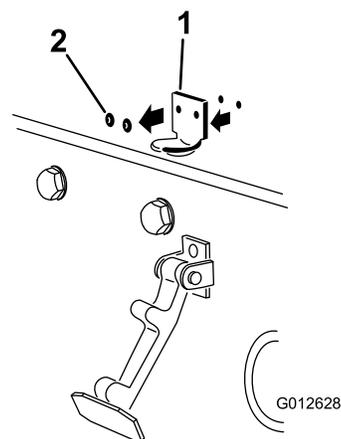

Рисунок 17
2. Удалите заклепки (2 шт.), которые крепят кронштейн защелки капота к капоту (Рисунок 17). Снимите кронштейн защелки капота с капота.